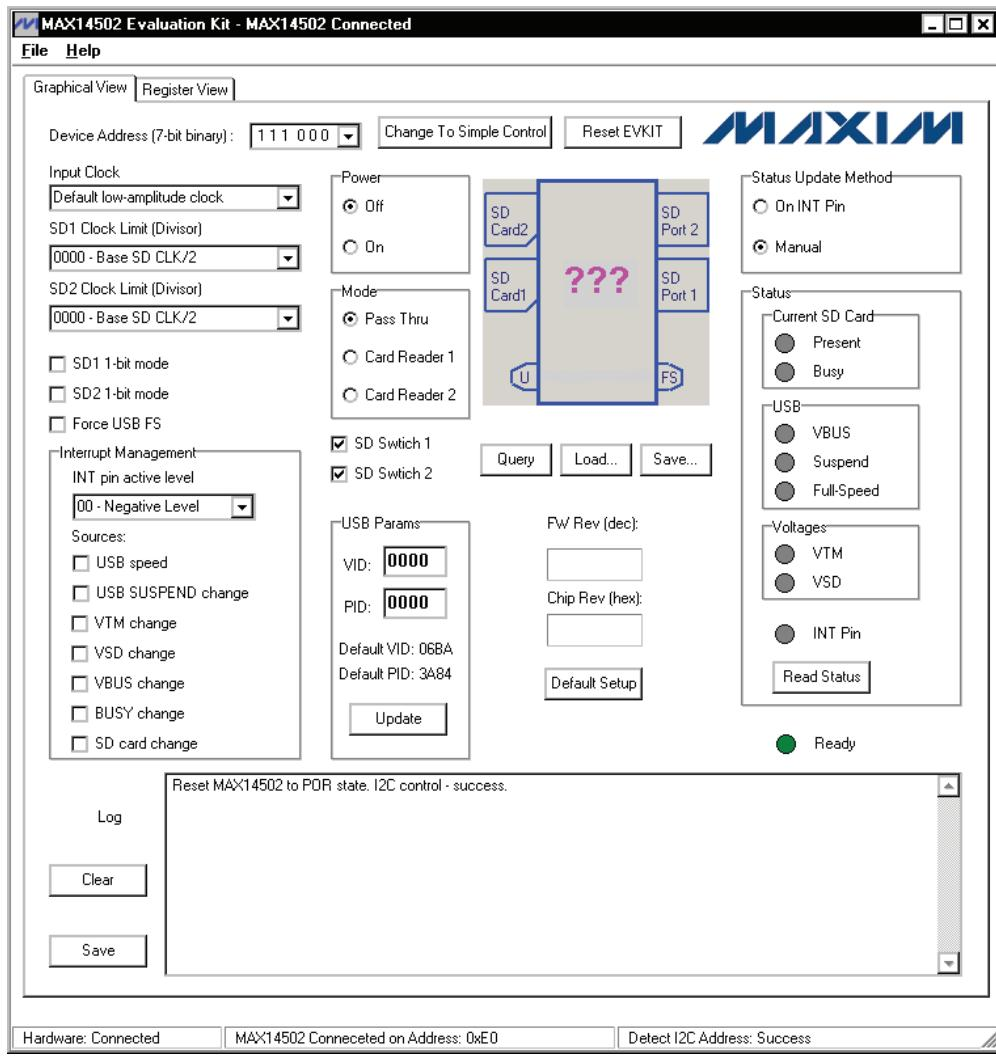

図2. MAX14502のソフトウェアのメインウインドウ(Graphical Viewタブ)
- 17) Change To I2C Controlボタンを押してMAX14502をI²C制御モードに設定します。MAX14502 Connected on Address: 0xE0がステータスバーに表示されることを確認します。図2に示すように、全てのI²Cレジスタ制御がこのGUIで利用可能です。
Graphical Viewタブ(図2)を選択すると、ユーザは基板に実装されたUSB～I²Cブリッジ経由でI²Cレジスタの全てにアクセスすることができます。